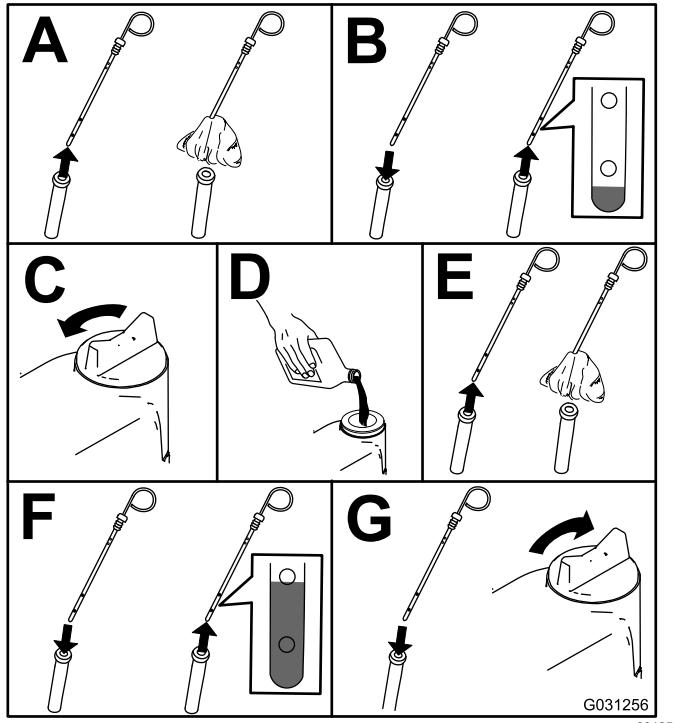

Figura 73
2. Controllate il livello dell'olio motore (Figura 73).